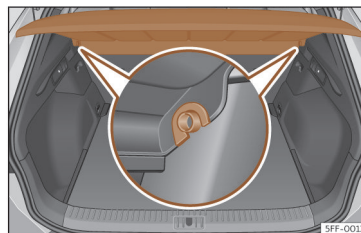

Fig. 186 Na bagageira: desmontar e montar a chapeleira.
- Desencaixe a chapeleira dos suportes laterais >>> **Fig. 186** puxando-a para cima e retire-a.
- Introduza a chapeleira horizontalmente fazendo coincidir a «fechadura» sobre o eixo dos suportes >>> **Fig. 186**, e pressione para baixo até que encaixe.